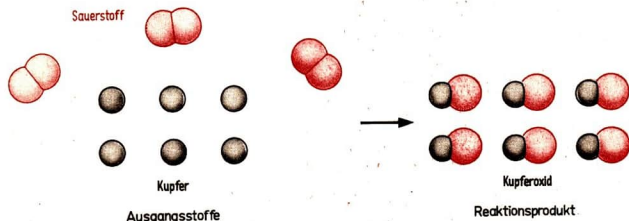

Abb. 28 Chemische Reaktion von Sauerstoff mit Kupfer (Modell)
- ② Formuliere die Wortgleichung für die Oxydation von a) Zink; b) Eisen; c) Blei; d) Schwefel!
- ③ Übertrage die Teile von Wortgleichungen in dein Heft und ergänze sie!
- ④ Gib an, welche Elemente sich zu a) Kupferoxid; b) Phosphorpentoxid; c) Eisenoxid; d) Schwefeldioxid vereinigt haben!
- ⑤ Erläutere den Unterschied zwischen Elementen und Verbindungen an den Stoffen: a) Magnesium und Magnesiumoxid; b) Schwefel und Schwefeldioxid; c) Blei und Bleioxid!
- ⑥ Erläutere den Unterschied im Aufbau von Kupferoxid- und Sauerstoffmolekülen! (↗ Abb. 28)
Viele Vorgänge in der Natur lassen sich mit Hilfe der Kenntnisse über Teilchen erklären. Das gilt für zahlreiche physikalische Vorgänge und für die chemischen Reaktionen. Sie werden damit genauer erklärt, als es auf Grund bloßer Beobachtungen möglich ist. ① Bei der Oxydation des Kupfers vereinigen sich Kupferatome mit Sauerstoffmolekülen zu Kupferoxidsmolekülen (Abb. 28). Man kann diese Erklärung auch unter der Wortgleichung angeben: